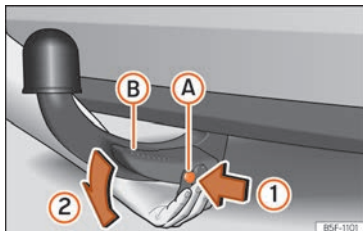

Fig. 270 Smontaggio del gancio di traino
- Premere il perno di sblocco (A) nel senso della freccia (1) e, al contempo, spingere la leva (B) nel senso della freccia (2) fino all'arresto » fig. 270.